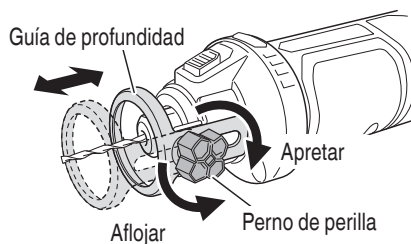

Fig. 11
1. Ajuste de la profundidad de corte (Fig. 11)